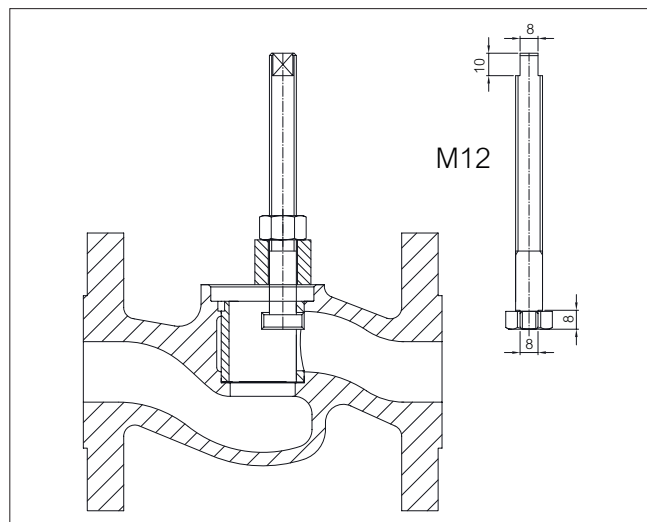

Fig. 7 Extracteur de la cage
- Retirez la clavette (10) de l'axe d'entraînement (5) et les écrous du fouloir (18) avec le bloc ressorts optionnel.
- Retirez les écrous du chapeau(17) et extrayez du corps le chapeau (8) avec l'axe et l'obturateur (3).
- Poussez sur l'axe jusqu'à ce que le palier de butée (22) puisse être dégagé de la gorge de l'axe par levage de la bague de retenue (23).
- Ecartez de l'axe en les faisant glisser la bague de retenue, la rondelle plate (70) et le fouloir (9).
- Enlevez la cage (7) comme indiqué sur la Figure 7 à l'aide, au besoin, de l'extracteur.